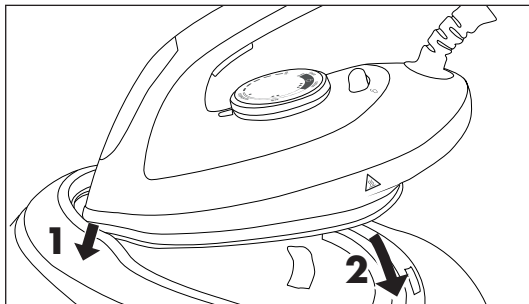

Fig. 8
- 5) După călcat, așezați fierul de călcat pe suprafața de așezare **6** a stației de bază. Mai întâi ghidați vârful fierului de călcat sub marginea din fața suprafeței de așezare **6** și apoi așezați fierul de călcat complet pe suprafața de așezare **6** (a se vedea fig. 8).